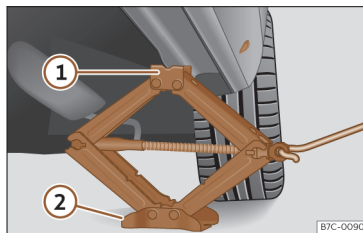

Fig. 211 Larguero: colocación del gato del vehículo.
- Gire la manivela del gato, situado bajo el punto de apoyo del larguero, para elevarlo hasta que la pestaña ① >>> **fig. 211** quede situada bajo el alojamiento previsto.
- Alinee el gato de modo que la pestaña ① “agarre” en el alojamiento previsto del larguero y la placa base móvil ② quede apoyada en el suelo. La placa base ② debe caer en la vertical respecto al punto de apoyo ①.